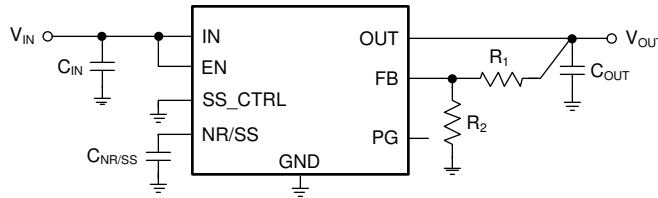

图 7-1. 可调节运行
如图 7-1 所示，可以使用电阻分压器网络在 0.8V 至 5.2V 范围内调节 TPS7A91 的输出电压。
(1) R1 从 OUT 连接到 FB；R2 从 FB 连接到 GND；请参阅图 7-1。